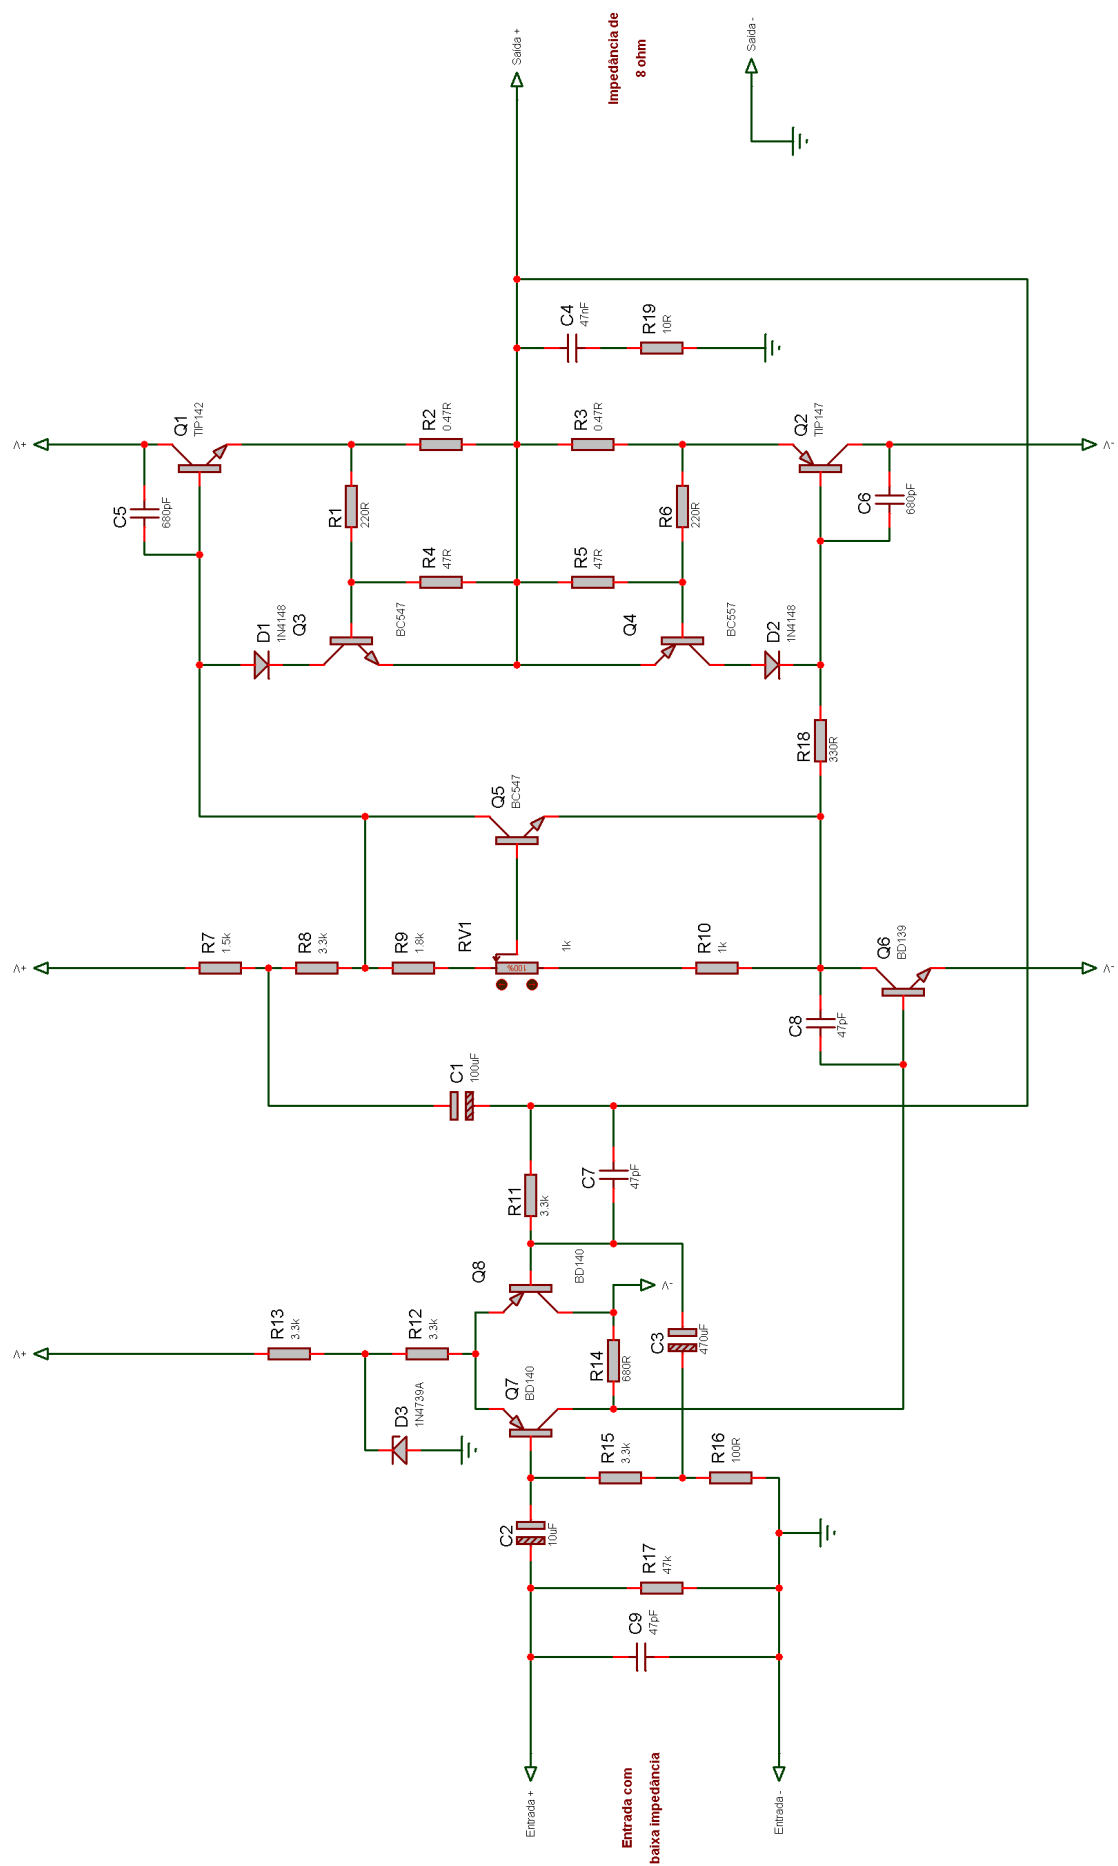

Fig. 1 – Projeto de um amplificador de áudio, sugestão de estrutura amplificadora.
1. A planta da estrutura amplificadora deverá ser implementada, segundo a Fig. 1 em anexo. Não é permitido alterar a topologia da estrutura, apenas a substituição de componentes eletrônicos por outros caso seja do interesse dos alunos que integram a equipe.